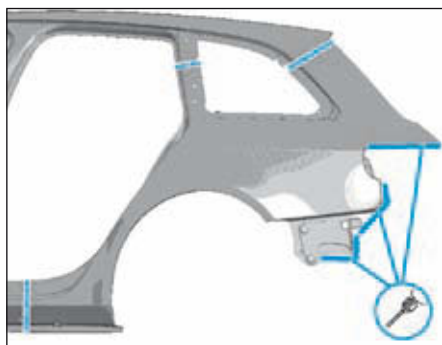

FIG.120
- Percer des trous de 7 mm pour le soudage par bouchonnage sous gaz de protection avec la perceuse (Fig.120).